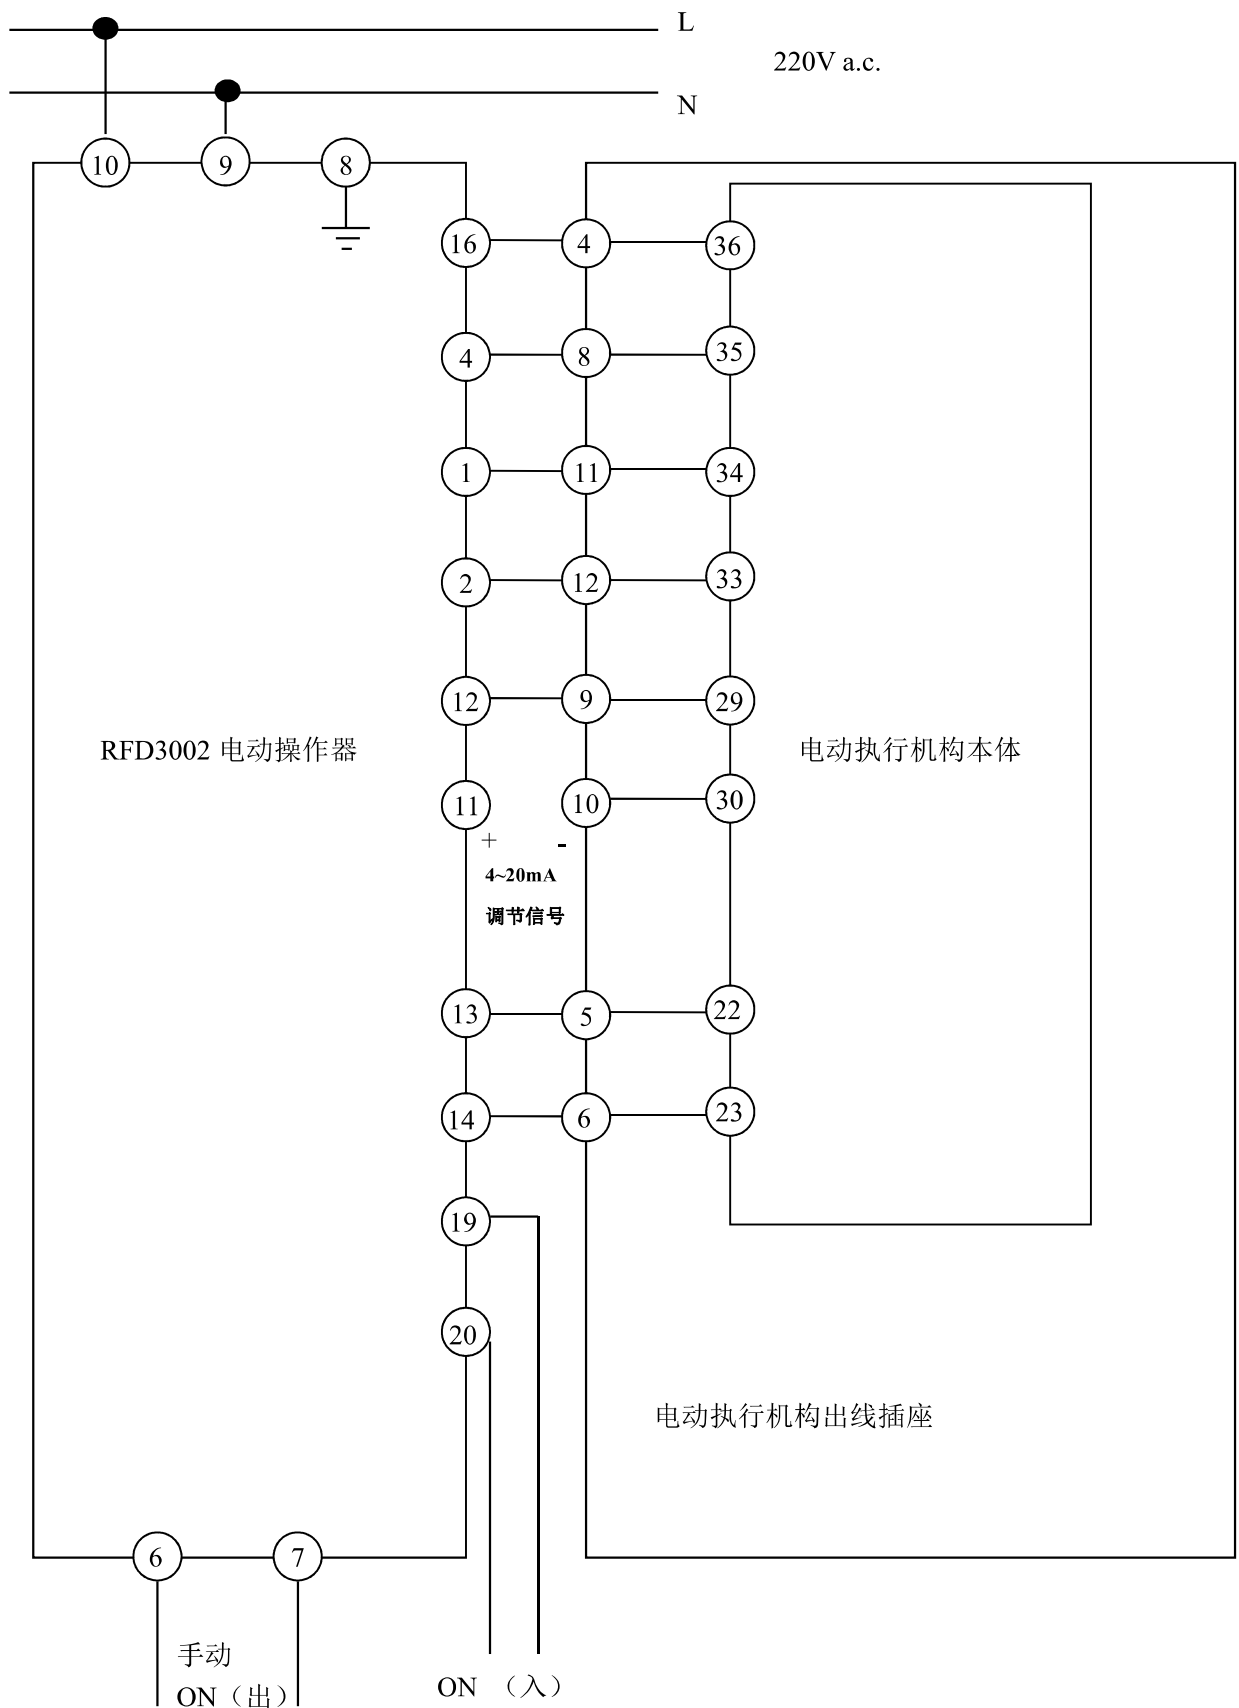

图 30 RHA 一体化电动执行机构与 RFD3002 电动操作器接线图
1) 将 $\phi 9\sim 13\text{mm}$ 的电缆线 $\phi 9\sim 13\text{mm}$ 先穿过出线套, 按接线图 (见图 30~33) 正确接线后, **上紧出线套**。若分体式可将 KE3 先带入现场, 用备用接线插头与 KE3 连接, 按下面步骤调试好以后才进行接线。
- 1) 将需要的电缆线压好插套后, 穿过出线套和接线盒, 按图 30 正确接线, 拧紧出线套和插座的固定螺钉。